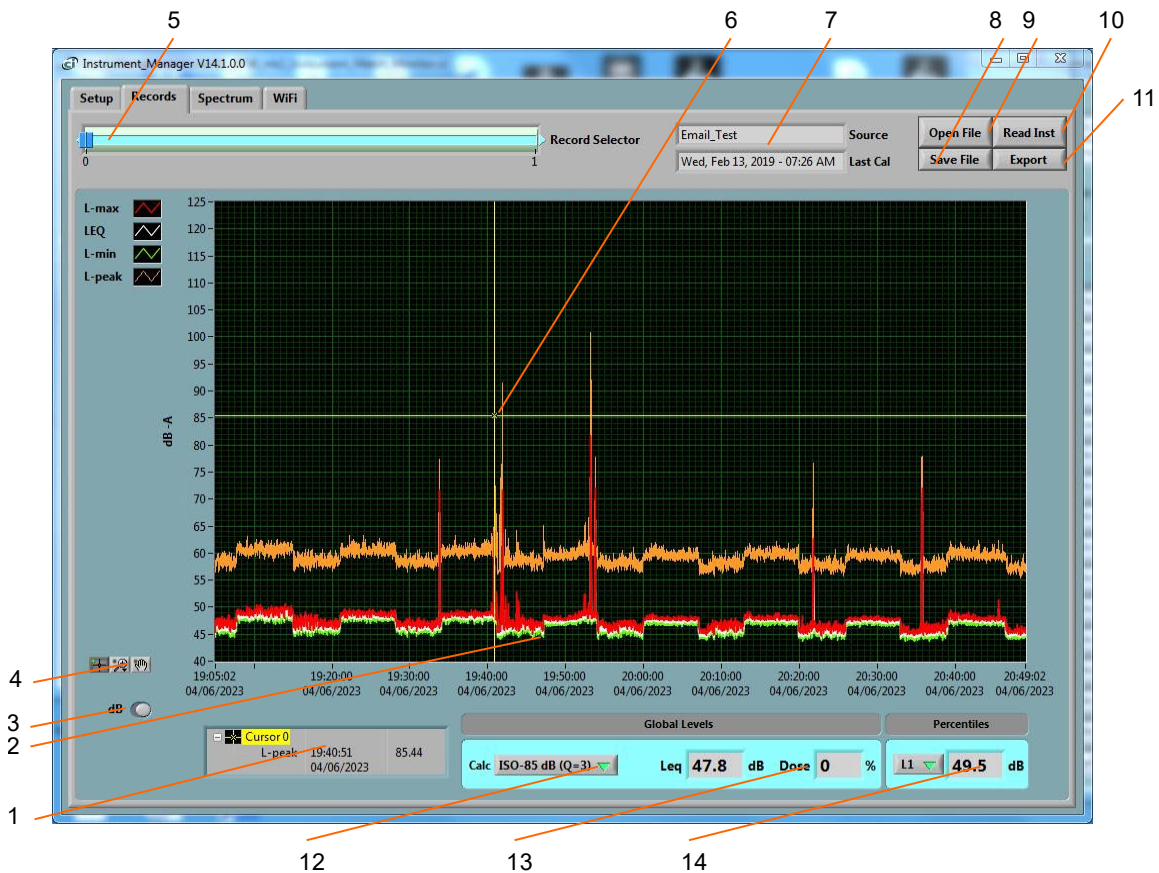

Figure 3 Onglet Records
- **L'onglet Records :** Permet de télécharger, d'afficher et d'exporter les données du *NSRTW_mk4* (voir Figure 3).